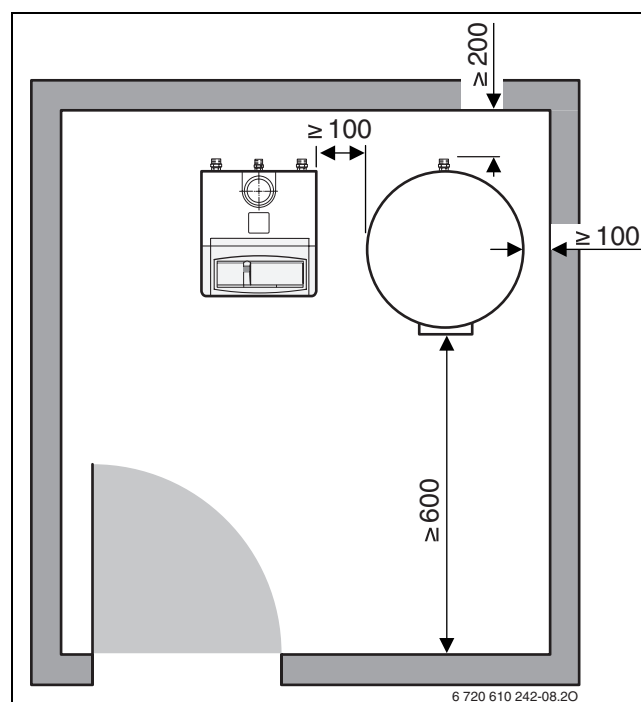

Fig. 3 Distances minimales par rapport au mur
- Respecter les distances minimales par rapport aux murs (→ Fig. 3, page 7).